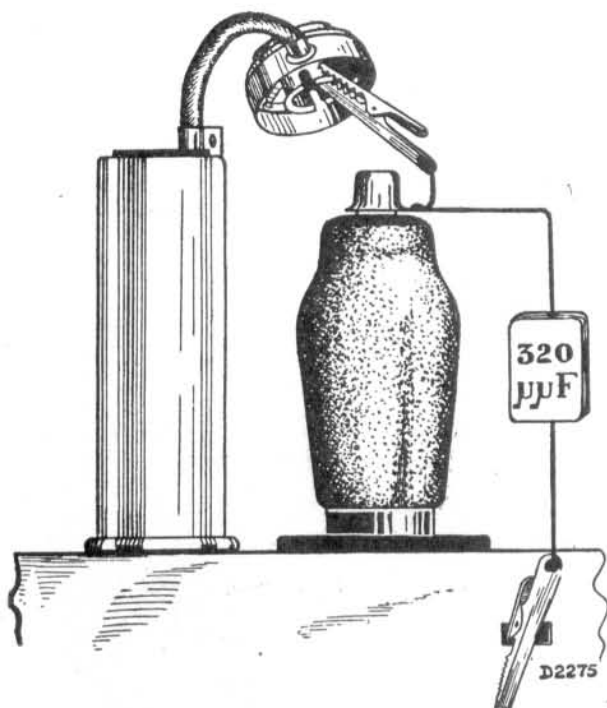

Fig. 6
12. Tweede kring verstemen door bovengenoemde condensator van $320 \mu\text{F}$ tus-schen rooster L2 en chassis te schakelen (fig. 6).